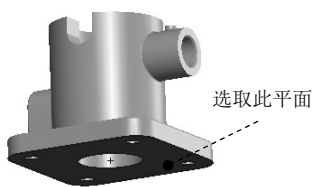

图 6.8.3 基准特征放置面
(1) 选择命令。选择下拉菜单 **插入(I)** → **注解(N)** → **A 基准特征符号(N)...** 命令，系统弹出“基准特征”对话框。
(2) 设置参数。在“基准特征”对话框 **标号设定(S)** 区域的 **A** 文本框中输入“A”。
(3) 放置基准特征符号。选取图 6.8.3 所示的模型表面，在合适的位置处单击放置基准特征符号。